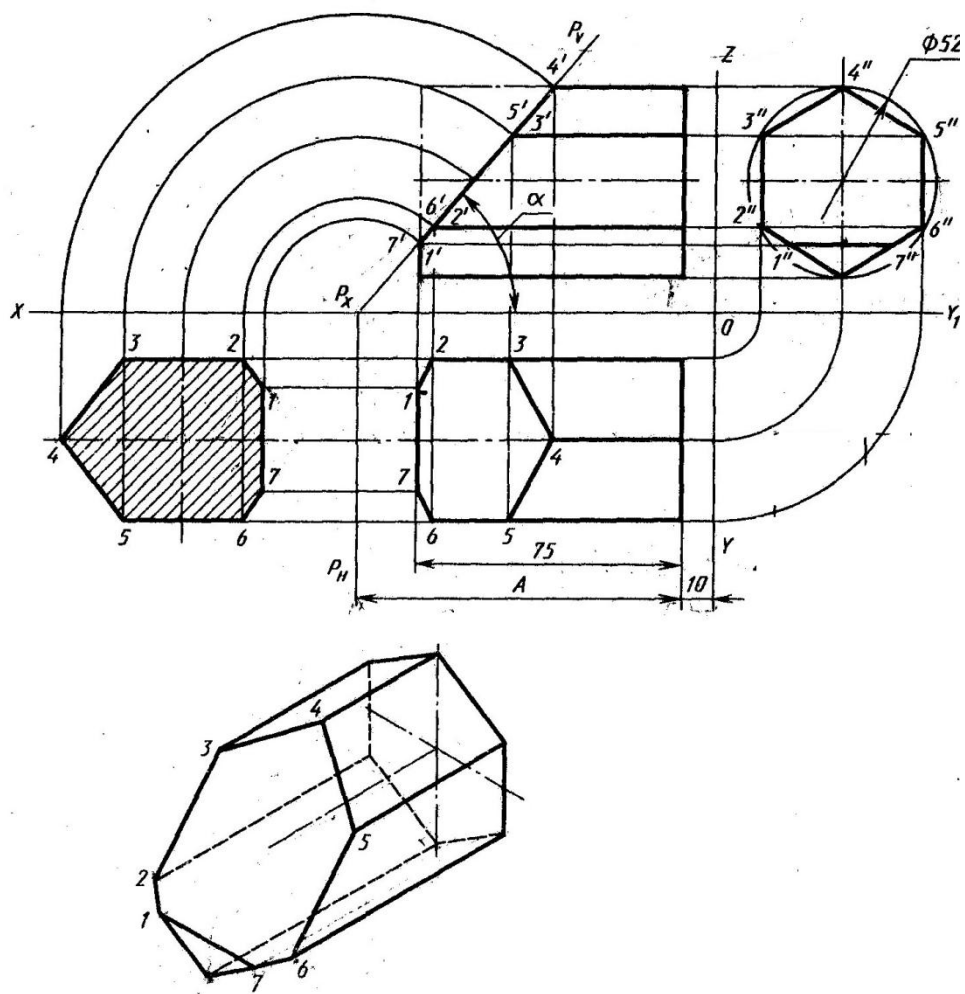

Рисунок 2
1. Построить комплексный чертеж усеченной призмы, размеры таблица 1, рисунок 2 .